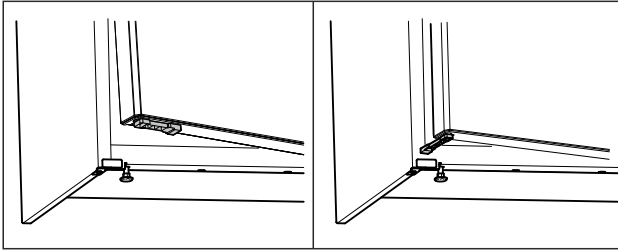

Fig. 54 *
- ▶ Поверніть обмежувач відкриття дверцят на 90°. (див. Fig. 54) *